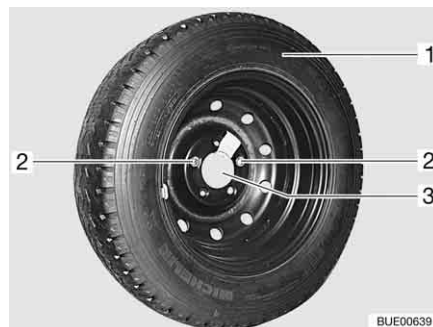

Fig. 297 Etrier de roue de secours dans le garage arrière
- Dévisser et retirer les deux vis de fixation (Fig. 297,2) avec les outils de bord.
- Retirer la roue de secours (Fig. 297,1) de l'étrier (Fig. 297,3).